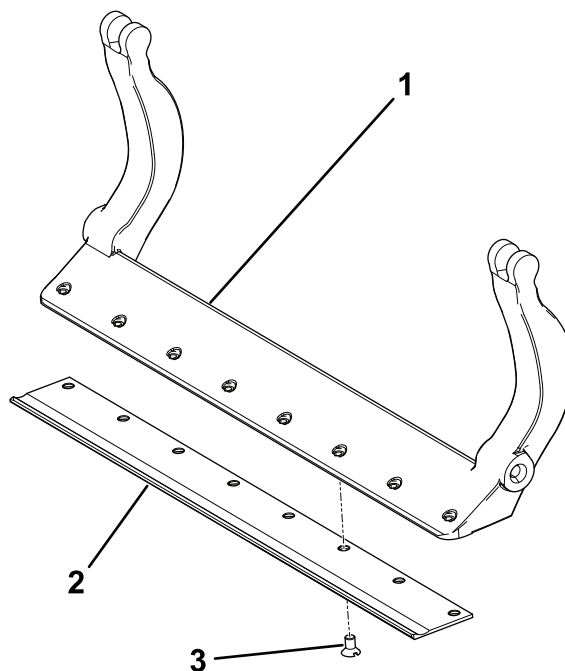

Figure 33
- Appliquez du produit antigrippant sur les vis et montez la contre-lame sur la barre d'appui comme suit (Figure 33) :